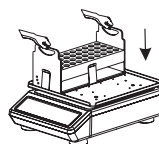

figura 4
3. Enganche el soporte fijo de tubos de ensayo del portamuestras de forma vertical y asegúrese de que no quede ningún resquicio entre ambos (figura 4).
**Nota:** 88882117 puede colocarse sobre la bandeja (2) y la plataforma grande (3). 88882118 y 88882119 solo pueden colocarse sobre la plataforma grande.